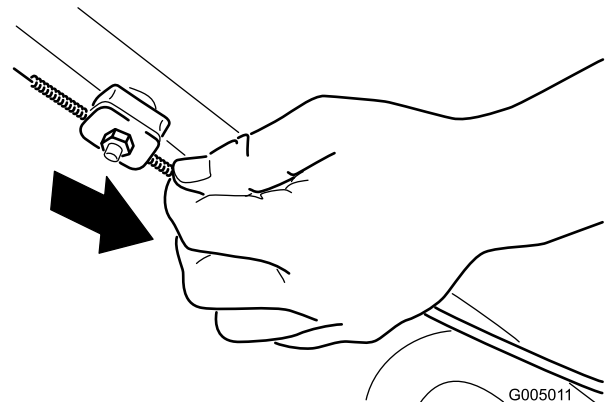

Bild 23
2. Ziehen Sie den Kabelmantel (zum Rasenmäher), bis das Kabel stramm ist (Bild 23).